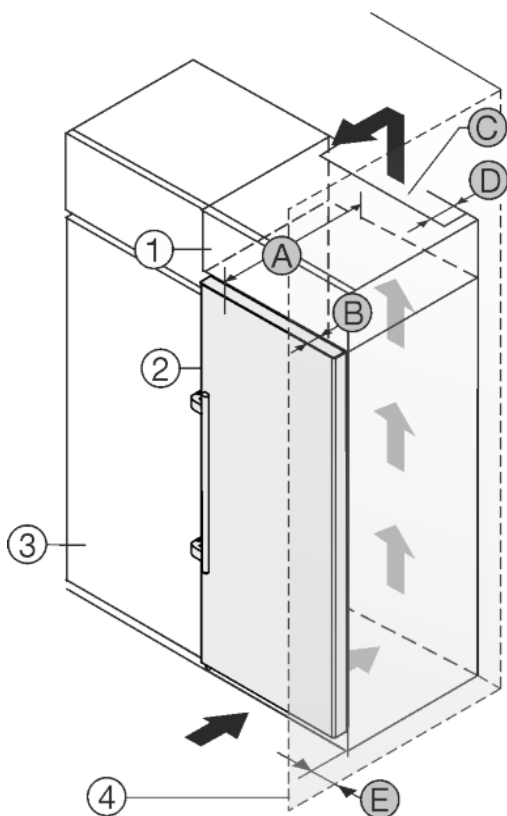

Fig. 28
Устройство может быть окружено кухонными шкафами. Чтобы уравнять устройство Fig. 28 (2) по высоте с кухонной стенкой, можно установить над устройством дополнительный шкафчик Fig. 28 (1).
Установить устройство можно непосредственно рядом с кухонным шкафом Fig. 28 (3). Чтобы можно было полностью открыть двери, устройство должно выступать на глубину Fig. 28 (B) относительно передней стенки кухонного шкафа. В зависимости от глубины кухонных шкафов и использования пристенных распорок устройство может выступать и больше.
- На задней стенке дополнительного шкафчика должен быть вентиляционный канал с глубиной Fig. 28 (D) по всей ширине этого шкафа.
- Нужно соблюдать вентиляционное отверстие Fig. 28 (C) под нижней панелью.
Если устройство установлено на шарнирах у стены Fig. 28 (4), то нужно соблюдать расстояние Fig. 28 (E) между устройством и стеной. Настолько выступает ручка при открытой двери.